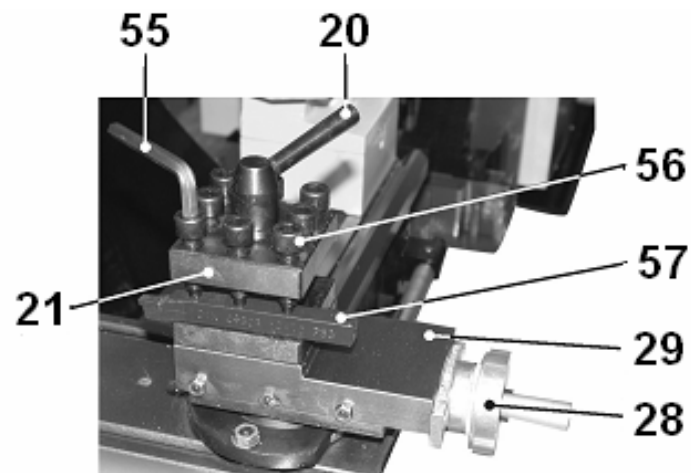
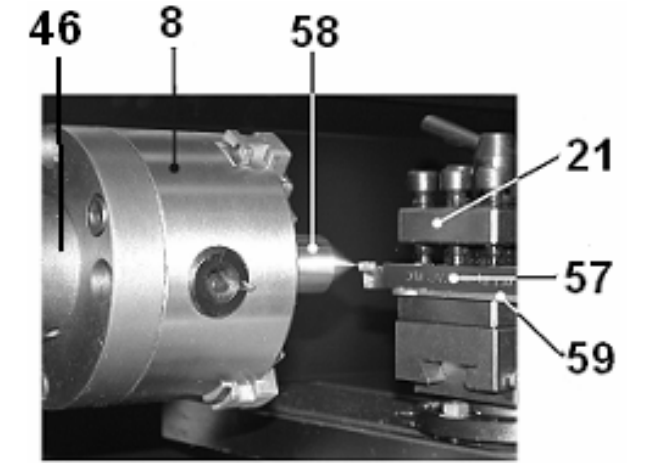

Рис. 11
Рис. 12
для предполагаемой операции резец (57) в резцедержатель (21), равномерно с достаточным усилием закрутите три болта (56), Рис.11. Убедитесь, что режущая часть головки резца (57) находится по центру диаметра заготовки. Положение резца (57) можно проверить по центру (58), зажатом в трёхкулачковом самоцентрирующемся патроне (8). Вылет головки резца должен быть примерно 10 мм, но не превышать 15 мм (не должен превышать полторы высоты державки резца). По мере необходимости, при установке резца (57) используйте металлические подкладки (59) разной толщины. Допускается использовать только одну подкладку (59), Рис.12.
10.1.10. Поверните ручку фиксации (20) резцедержателя (21) против часовой стрелки. Выберите необходимый для данной операции резец (57) или угол установки резца (57), зафиксируйте положение резцедержателя (21), для чего поверните ручку фиксации (20) в обратном направлении с определённым усилием, Рис.11.
10.4.2. Положение переключателя (7) направления вращения шпинделя (46), Рис.12,14, соответствует направлению автоматической подачи каретки (33), Рис.18.